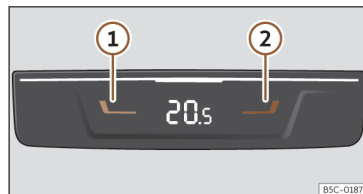

**Fig. 117** Na parte traseira da consola central: comandos para os lugares traseiros.
• Pressione os botões **1** e **2** >>> **Fig. 117** para ajustar a temperatura da zona posterior.